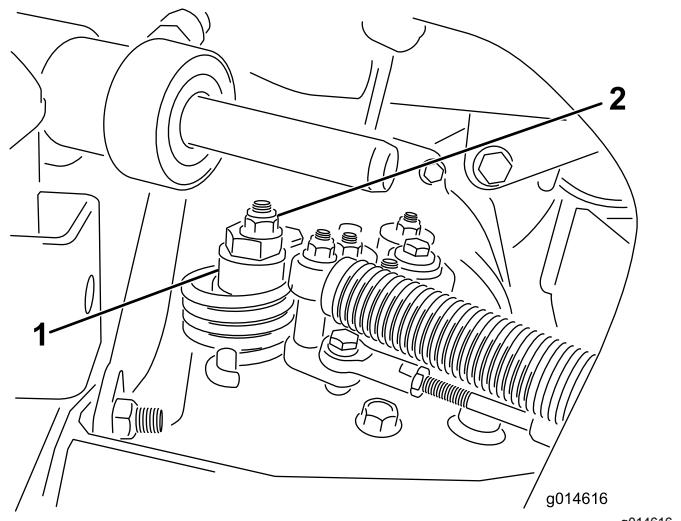

図 33
- A. 偏芯ナットをハイドロスタート上部に止めているナットをゆるめる図 33。
- C. どちらにも車輪が回らないように偏芯ナットを回して調整する。調整ができたら固定ナットを締める図 33。スロットル低速および高速位置で調整が正しいことを確認する。